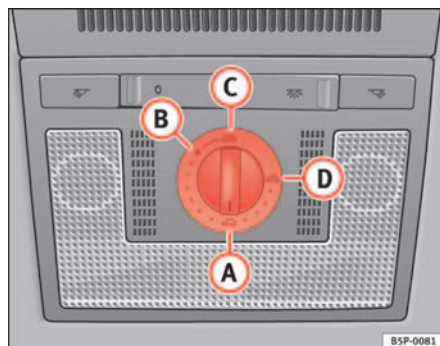

Abb. 70 Ausschnitt aus dem Dachhimmel: Drehschalter Schiebe-/Ausstelldach
- Drehen Sie den Drehschalter in Stellung **A** ⇒ Abb. 70 ⇒ ⚠.